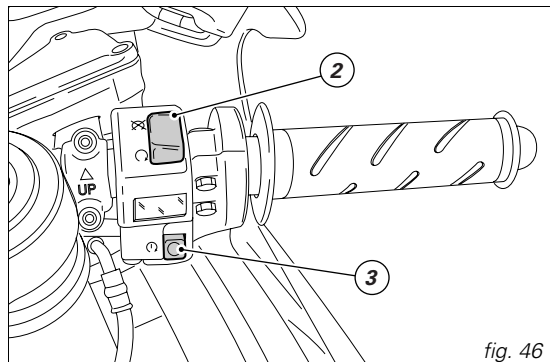

fig. 46
3) Assurez-vous que le commutateur d'arrêt (1, fig. 46) se trouve en position  (RUN), puis appuyez sur le bouton de démarrage (3, fig. 46). Ce modèle est doté d'un système de démarrage assisté. Cette fonction permet le démarrage assisté du moteur en appuyant sur le bouton (3) et en le relâchant immédiatement après. En appuyant sur le bouton (3) le moteur démarre automatiquement pendant un temps MAX qui varie en fonction de la température du moteur. Moteur en marche, le système neutralise l'actionnement du démarreur électrique. En cas d'allumage raté du moteur, il faut attendre au moins 2 secondes avant de réappuyer sur le bouton de démarrage (3).